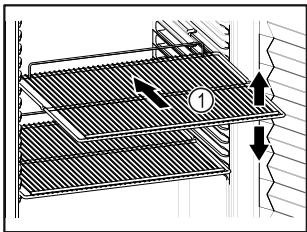

Fig. 49
- ❑ Wenn Abstellroste Fig. 49 (1) versetzbar sind, je nach Höhe anpassen.